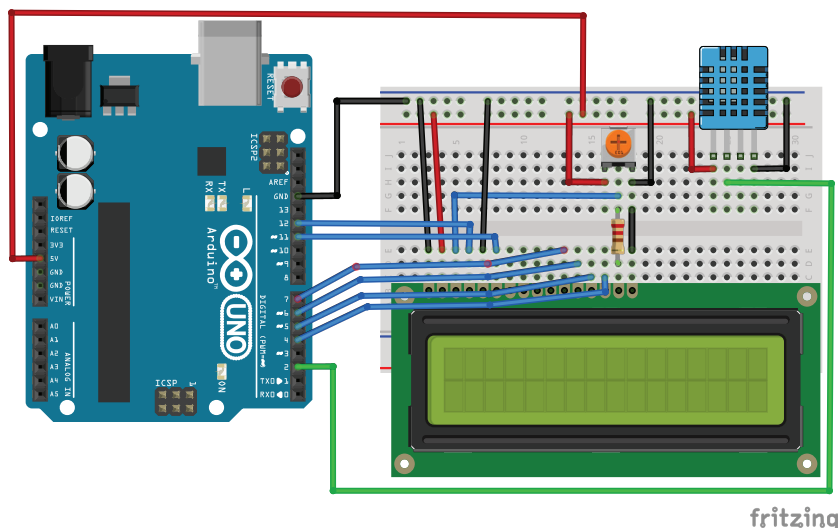

Рис. 21.2. Схема подключения датчика DHT11 и WH1602 к Arduino
В нашем эксперименте мы будем считывать данные с датчика DHT11 и выводить на экран ЖКИ WH1602, который мы рассматривали в эксперименте 16. Рекомендуемая схема подключения к Arduino содержит обязательный для однопроводных линий резистор-подтяжку к VCC, в качестве опции рекомендуется конденсатор (фильтр по питанию между VCC и GND). У нас в наличии DHT11 в виде модуля, его можно подключать к Arduino напрямую – резистор и конденсатор там уже есть. Схема подключения датчика DHT11 и WH1602 к плате Arduino показана на рис. 21.2. Для питания ЖКИ нужен отдельный блок питания +5 В.
1. Подключаем датчик DHT11 и WH1602 по схеме на рис. 21.2.